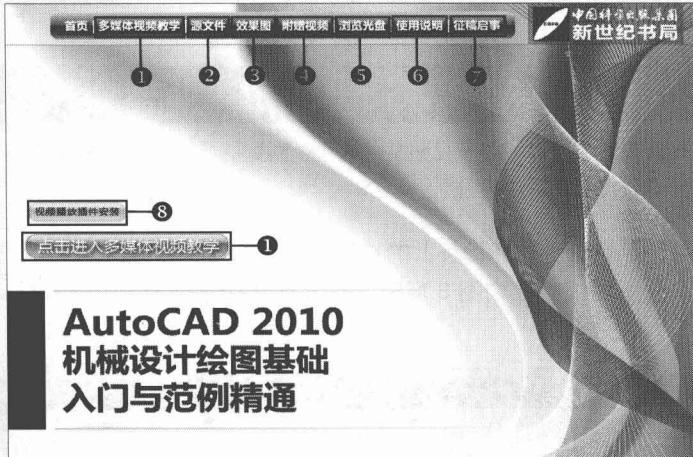

图 1 光盘主界面
1. 将配套光盘放入光驱后会自动运行多媒体程序，并进入光盘的主界面，如图 1 所示。
2. 在图 1 中，单击按钮①可进入多媒体视频教学界面；单击按钮②可以查看书中案例所用的源文件；单击按钮③可以查看书中案例的最终效果文件；单击按钮④可以打开附赠视频，内容包括 Pro/ENGINEER 视频教程和 UG NX 视频教程；单击按钮⑤进入光盘根目录，可以浏览光盘内的全部文件；单击按钮⑥可以查看光盘的设备要求及使用方法；单击按钮⑦可以查看我社的联系方式，有合作意向的作者可与我社联系。
3. 在多媒体视频教学界面中单击以章命名的按钮可打开下一级目录，显示以节标题命名的视频文件链接；单击要学习的内容，对应的视频文件将在“视频播放区”中播放，如图 2 所示。如果不能正常播放视频，请单击图 1 中的按钮⑧以安装视频播放插件。